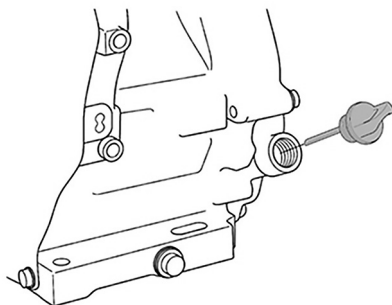

Рис. 7 Крышка-щуп маслосливной горловины
2. Открутите крышку-щуп маслосливной горловины и извлеките щуп (Рис. 7).
2. Выкрутите крышку-щуп маслозаливной горловины и извлеките щуп (Рис. 7).